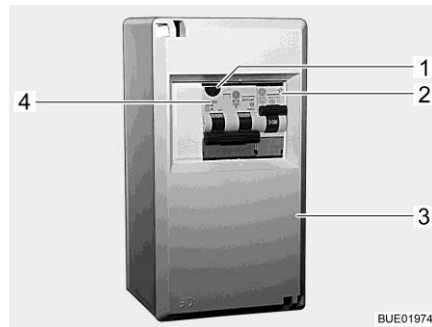
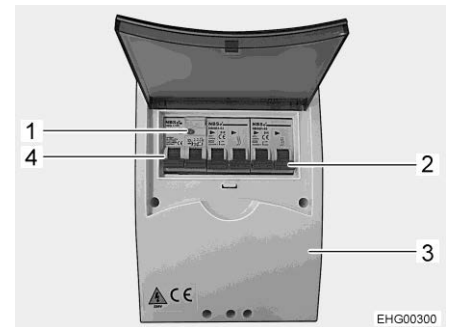

Bild 191 230 V-säkringslåda
Bild 192 230 V-säkringslåda (variant)
- Koppla från ledningsskyddsbrytarna (Bild 191,2, Bild 191,4 eller Bild 192,2, Bild 192,4) i säkringslådan (Bild 191,3 eller Bild 192,3).
- När fordonen är anslutet till 230 V-försörjningen, tryck på kontrollknappen (Bild 191,1 eller Bild 192,1) på den kombinerade jordfelsbrytaren/ledningsskyddsbrytaren (Bild 191,4 eller Bild 192,4) i säkringslådan (Bild 191,3). Jordfelsbrytaren måste lösa ut.